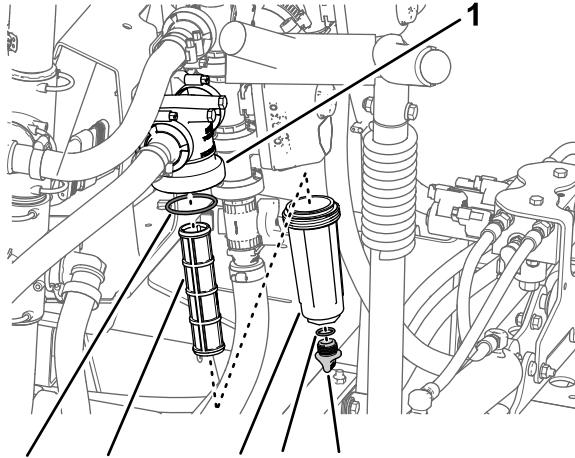

図 51
2. 圧力フィルタの下に受け容器をおく図 51。
3. 圧力フィルタのボウルについているドレンキャップを左に回して外す 図 51。
4. ボウルを左に回してフィルタヘッドを外す 図 51。
5. 圧力フィルタエレメントを外す 図 51。
7. ドレンプラグのガスケットボウルの内側とボウルのガスケットフィルタヘッドの内側に傷や破損がないか点検する 図 51。
8. 圧力フィルタエレメントをフィルタヘッドに取り付ける 図 51。
9. フィルタヘッドにボウルを取り付けて手締めする 図 51。
10. ボウルの底部のフィッティングにドレンキャップを取り付けてキャップを手締めする 図 51。